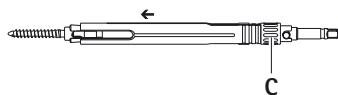

Fig. 5
- Pousser la douille extérieure **A** en direction de la vis pédiculaire et bloquer la vis pédiculaire avec la vis de blocage **C** dans la douille de blocage 2, voir Fig. 5.